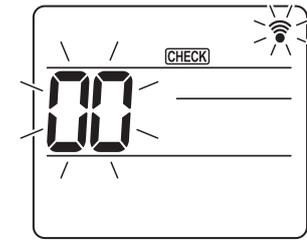

Fig. 6-16
- 5 saniye boyunca [MENU] düğmesine basın. (Bu işlemi uzaktan kumanda durum göstergesi kapalı durumdayken başlatın.) [CHECK] (KONTROL) düğmesi yanar ve "00" yanıp söner. (Fig. 6-16)